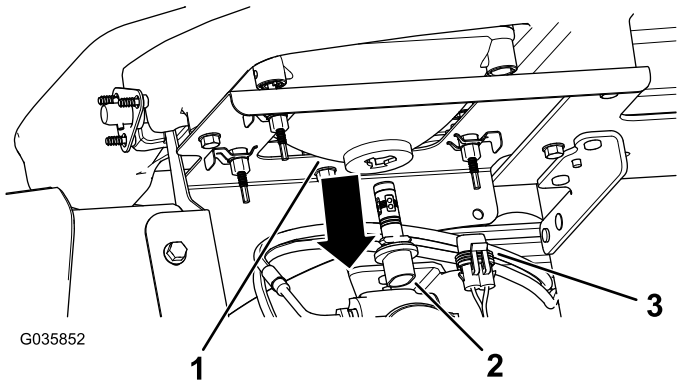

图 52
3. 从大灯外壳后面灯总成的接头断开线束的电气接头 图 52。
4. 将灯总成逆时针旋转 $\frac{1}{4}$ 圈然后向后移动移出大灯外壳 图 52。
5. 插入新灯总成和大灯外壳将灯总成上的标签与大灯外壳中的槽对齐 图 52。
6. 将灯总成顺时针旋转 $\frac{1}{4}$ 圈进行固定 图 52。
7. 将线束的电气接头与新灯总成的接头连接 图 52。